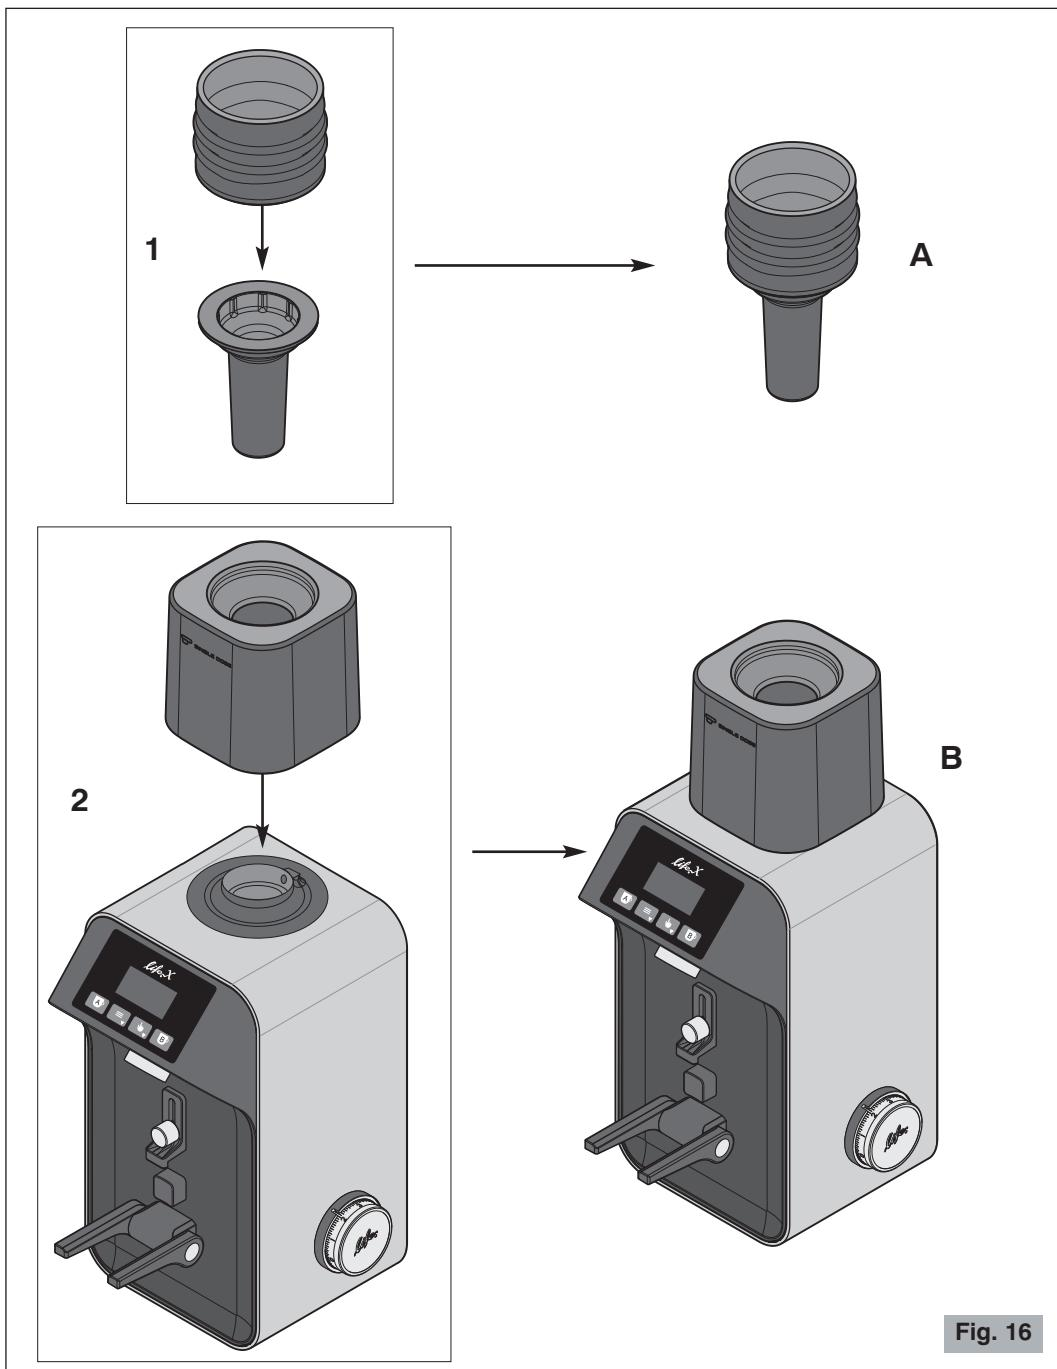

Fig. 16
5. Inserire il soffietto nello spingigrani (punto 1 della Fig. 16).
6. Posizionare nella sua sede il supporto del kit (punto 2 della Fig. 16).
- 4** Inserire l'insieme soffietto-spingigrani (A Fig. 16) nell'imbocco del supporto lasciandolo appoggiare sui grani di caffè (Fig. 16a).
- !** **Non** operare mai senza la campana fissata dall'apposita vite (6a, Dettaglio A Fig. 3) oppure senza aver posizionato il supporto del kit singola dose (punto 2 Fig. 16).